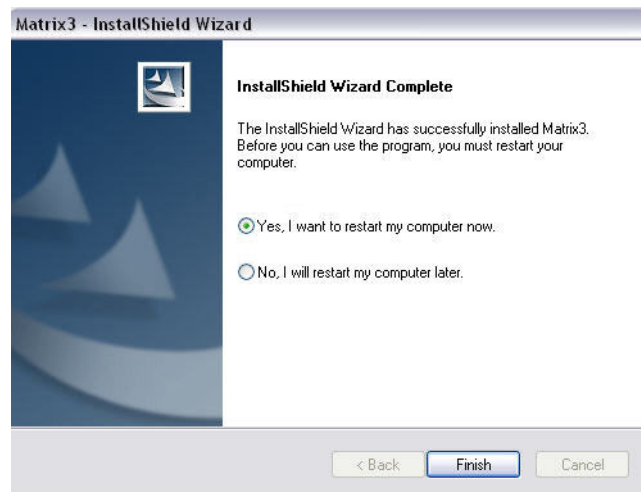

FIG. 10
12. Wanneer de installatie voltooid is, wordt het scherm zoals in FIG. 10 weergegeven. Voor u Matrix gebruikt op de pc, dient u de pc opnieuw op te starten. Selecteer Ja, ik wil de computer nu opnieuw opstarten en klik op **Voltooien** om de computer opnieuw op te starten.
14. Wanneer de installatie voltooid is, wordt het scherm zoals in FIG. 10 weergegeven. Voor u Matrix gebruikt op de pc, dient u de pc opnieuw op te starten. Selecteer Ja, ik wil de computer nu opnieuw opstarten en klik op **Voltooien** om de computer opnieuw op te starten.